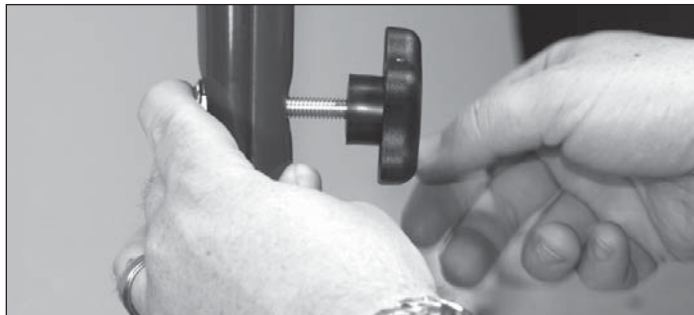

Figure 4 - Assemblez la poignée
1. Glissez l'assemblage de poignée sur les pieds inférieurs de la base du chariot. Utilisez le bouton en étoile (fourni) et les boutons pour fixer la poignée aux pieds (voir la figure 4).